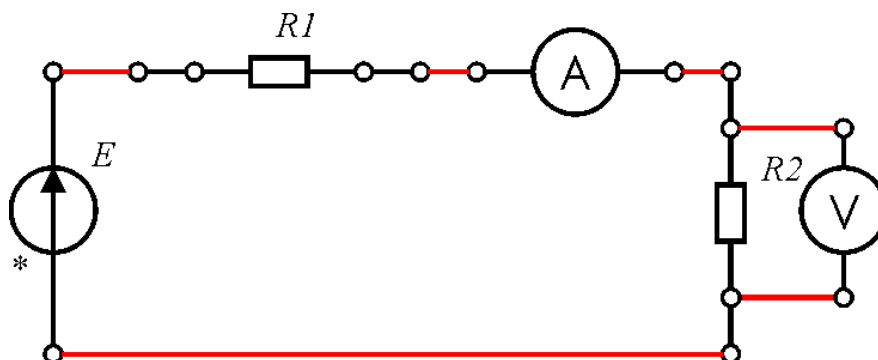

Рис. 1
Закон Ома для участка цепи. Для экспериментальной проверки этого закона можно исследовать на линейность вольтамперную характеристику постоянного резистора. Для этого необходимо воспользоваться схемой рис.1.
1. Соберите схему рис. 1. Отключите внутреннее сопротивление источника. Меняя значение ЭДС источника E , измерьте значение тока I и напряжения U . Постройте график зависимости $U=f(I)$.